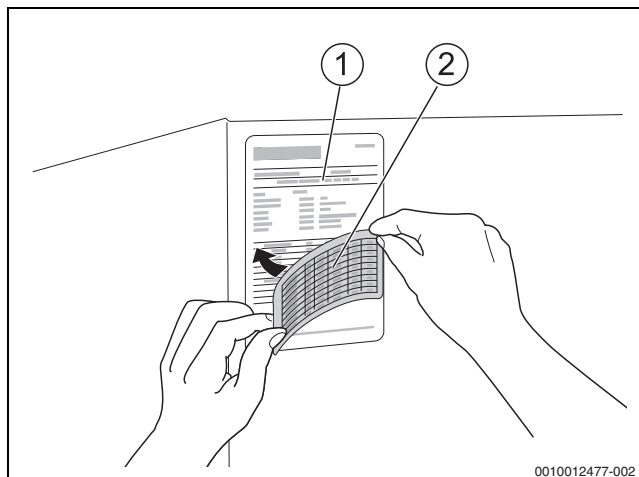

Bild 29 Typschild aktualisieren bei Umstellung innerhalb der Erdgasgruppen und bei Flüssiggas (nicht bei LowNOx-Variante)
- ▶ Entsprechenden Bereich auf dem vorhandenen Kessel-Typschild (→Bild 29, [1]) mit dem mitgelieferten Aufkleber (→Bild 29, [2]) für die gelieferte Gasart, entsprechend der Gasblende, überkleben.